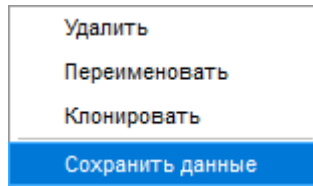

Рис. 251
18.13.8.4. К объектам списка могут быть применены команды контекстного меню (рис. 251).